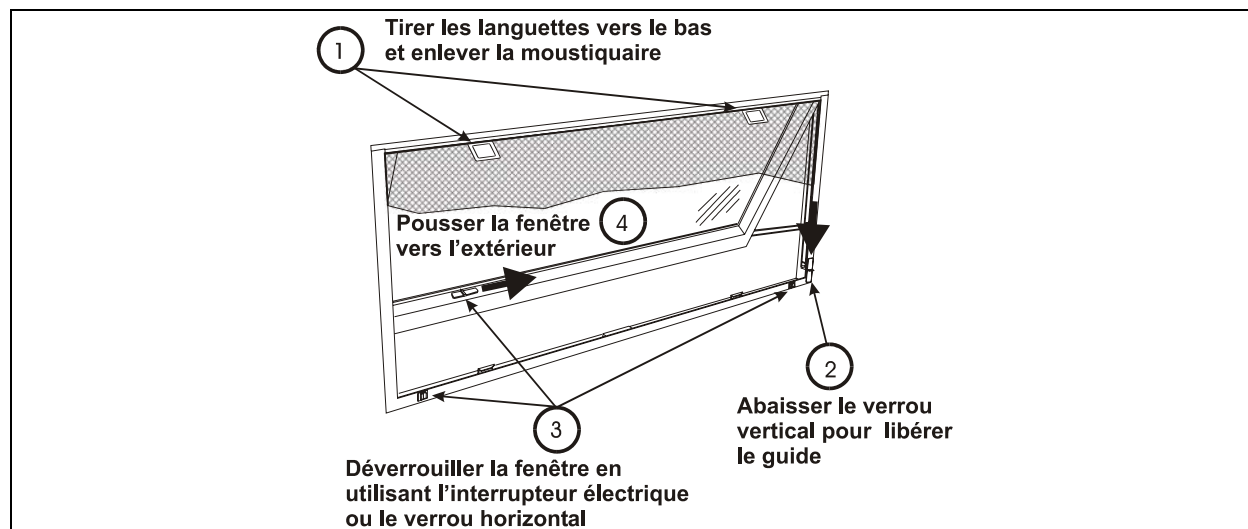

FIGURE 1
1. Enlever le moustiquaire (étape 1, figure1).
2. Libérer le guide (étape 2, figure 1).
3. Déverrouiller et ouvrir la fenêtre (étapes 3 et 4, figure 1).